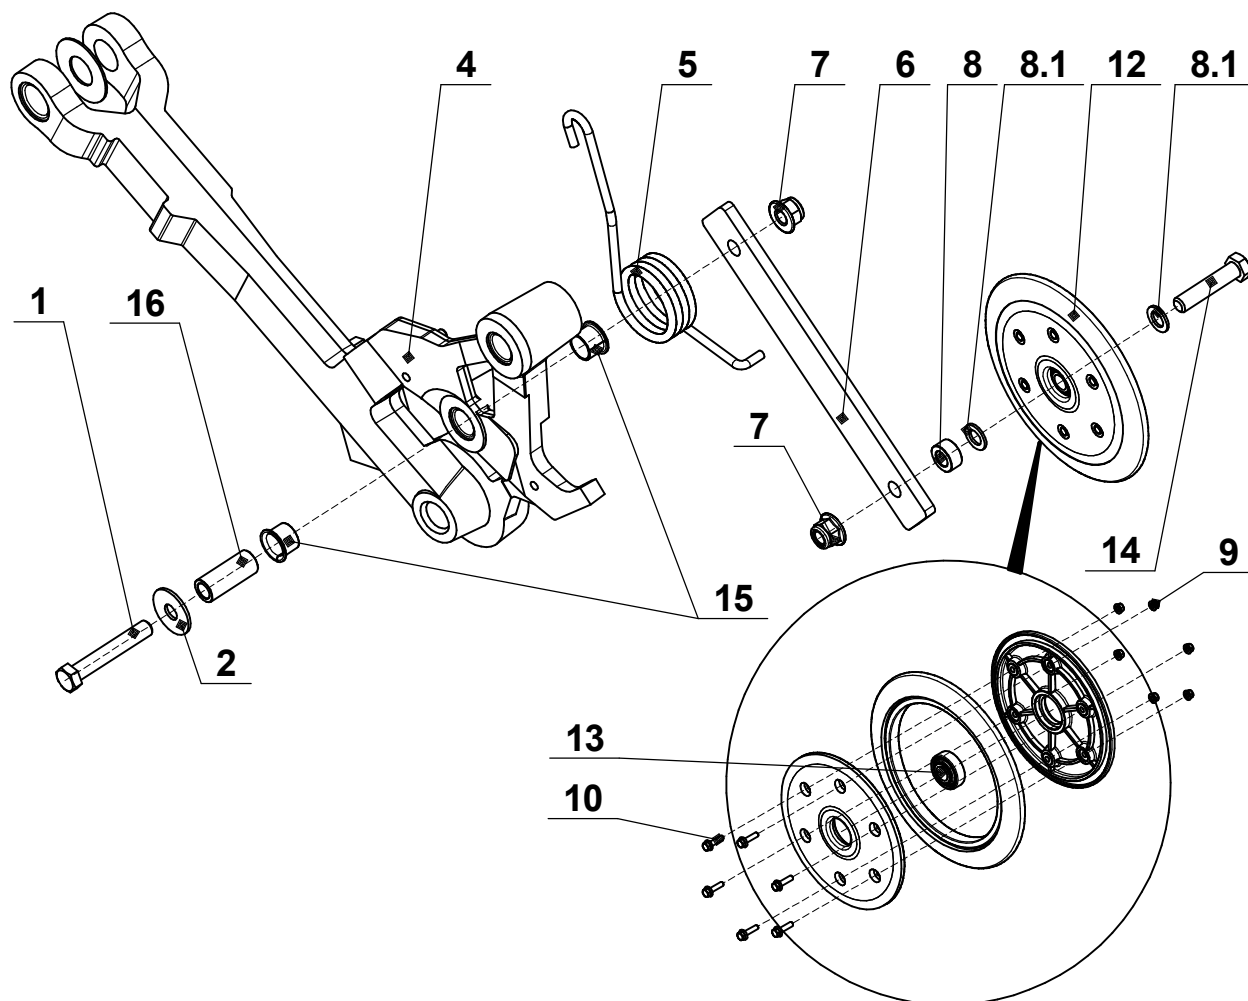

Рис.3.2 - Ремонт узла прикатывающего колеса посевного комплекса FEAT AGRO серии «N-6000» / «N-7000» / «N-8000» / «N-9000» / «N-10500» / «N-12000».
1. Выкрутите крепёжный болт (поз.14 рис.3.2), гайку (поз.7 рис.3.2), втулку (поз.8 рис.3.2) и шайбу (поз.8.1 рис.3.2) и снимите прикатывающее колесо (поз.12 рис.3.2).
2. Выкрутите крепёжный болт (поз.9 рис.3.2), гайку (поз.7 рис.3.2) и разберите прикатывающее колесо (поз.12 рис.3.2).
4. Установите подшипник (поз.13 рис.3.2) и соберите детали колеса с помощью болтов (поз.10 рис.3.2) и гаек (поз.9 рис.3.2).
ПРИМЕЧАНИЕ: Выполните шаги 6-10 для замены втулок (поз.15 рис.3.2) рычага (поз.4 рис.3.2).
6. Снимите детали (поз.1,2,7 рис.3.2).
7. Извлеките втулки (поз.15 рис.3.2) и втулку (поз.16 рис.3.2) из несущего рычага (поз.4 рис.3.2).
8. Запрессуйте новые втулки (поз.15 рис.3.2) в отверстия рычага таким образом, чтобы их край был ниже на расстоянии 5мм от внешней поверхности рычага.
9. Вставьте втулку (поз.16 рис.3.2).
10. Установите ранее снятый рычаг прикатывающего колеса (поз.6 рис.3.2) и крепёжные элементы. Затяните крепёжные детали шарнира согласно таблице 1.8.